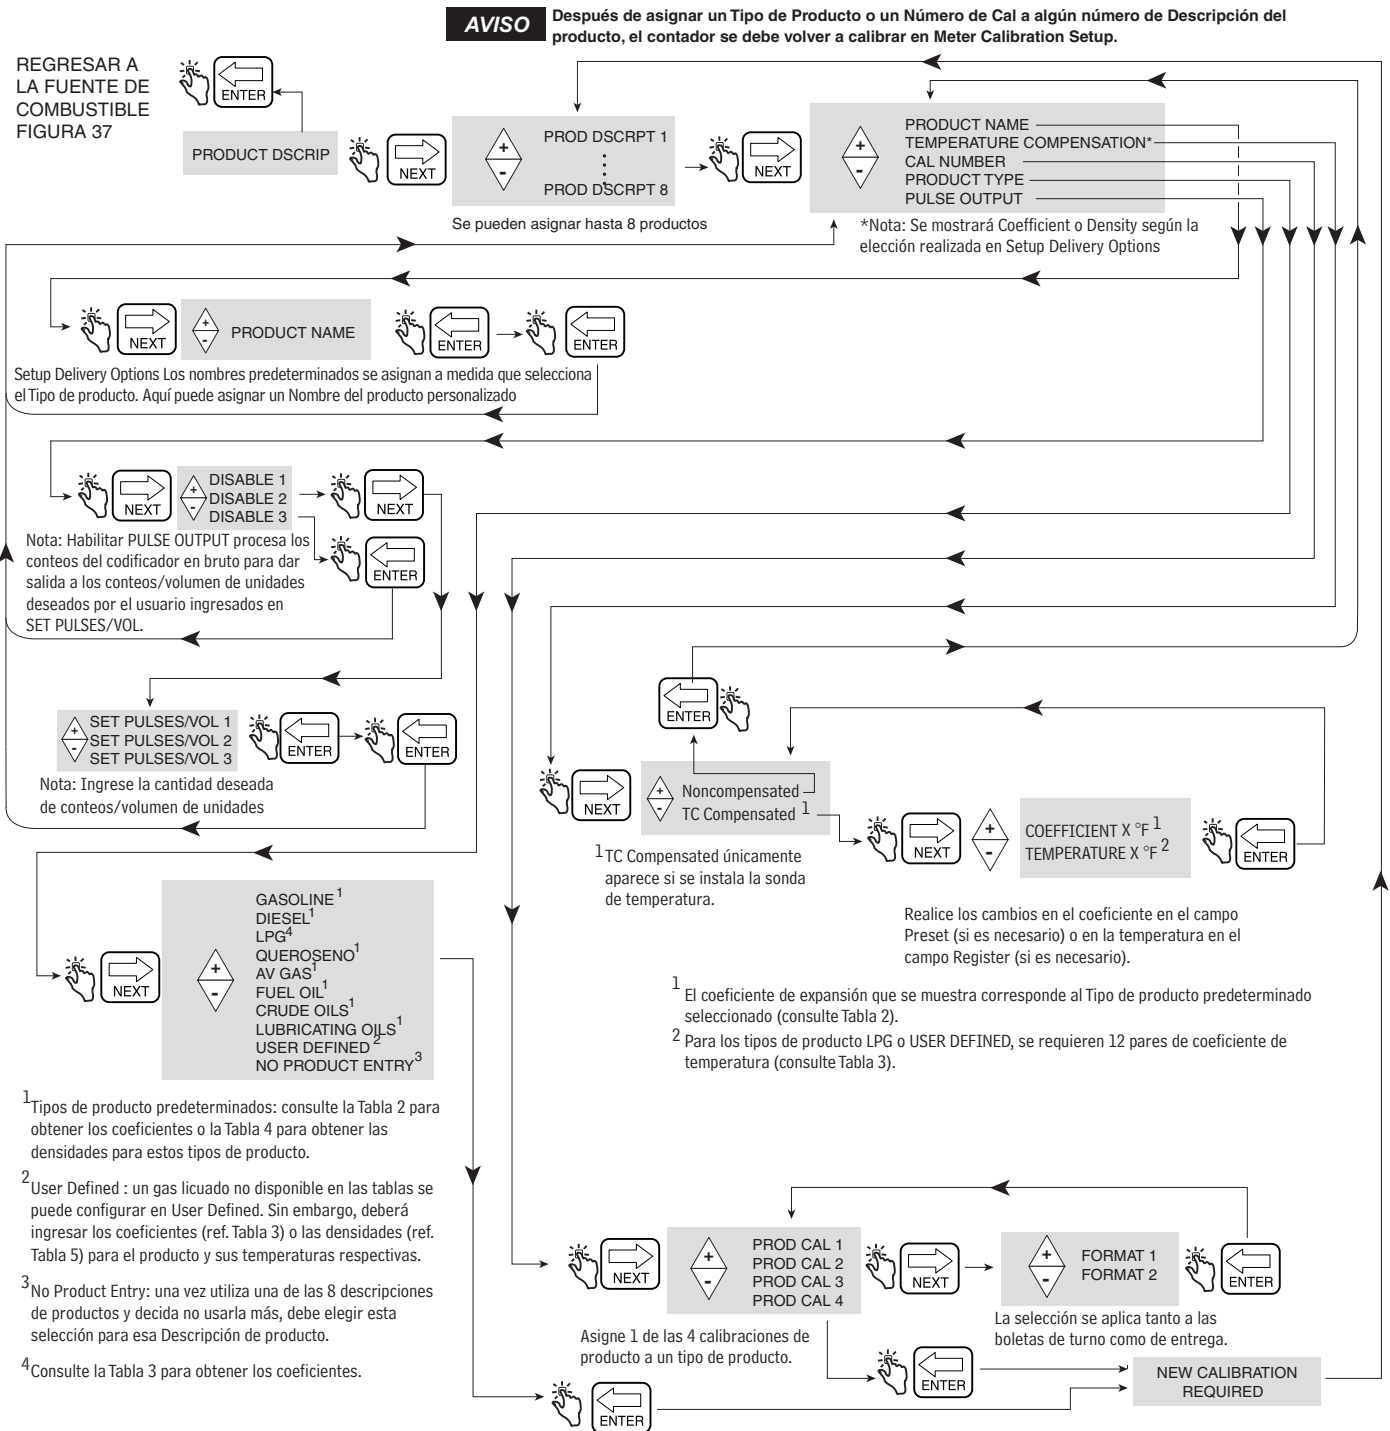

Figura 40. Configuración de Product Description
La Figura 40 ilustra las opciones de configuración de Product Description. Puede asignar hasta ocho productos para el EMR4. Cada producto tiene un tipo, un nombre y un factor de compensación de temperatura. La compensación térmica de todos los productos se calcula mediante el coeficiente térmico o la densidad, que selecciona en la configuración de Delivery Options (page 51).
Los valores del coeficiente (C_{oe}) se pueden modificar para cumplir con las especificaciones específicas del combustible o producto. El factor "t" es la temperatura medida del combustible. Por ejemplo, utilice el procedimiento descrito en la Figura 40 en la página 42 para cambiar el coeficiente de expansión predeterminado para diésel de 0.00081 a 0.00083. Para calcular el volumen con compensación de temperatura, el coeficiente de expansión (C_{oe}) ahora es igual a 0.00083.
4. Después de completar los 3 pasos anteriores, cambie el valor predeterminado de densidad para hasta ocho productos específicos como se describe en la Figura 40, Configuración de Product Description.